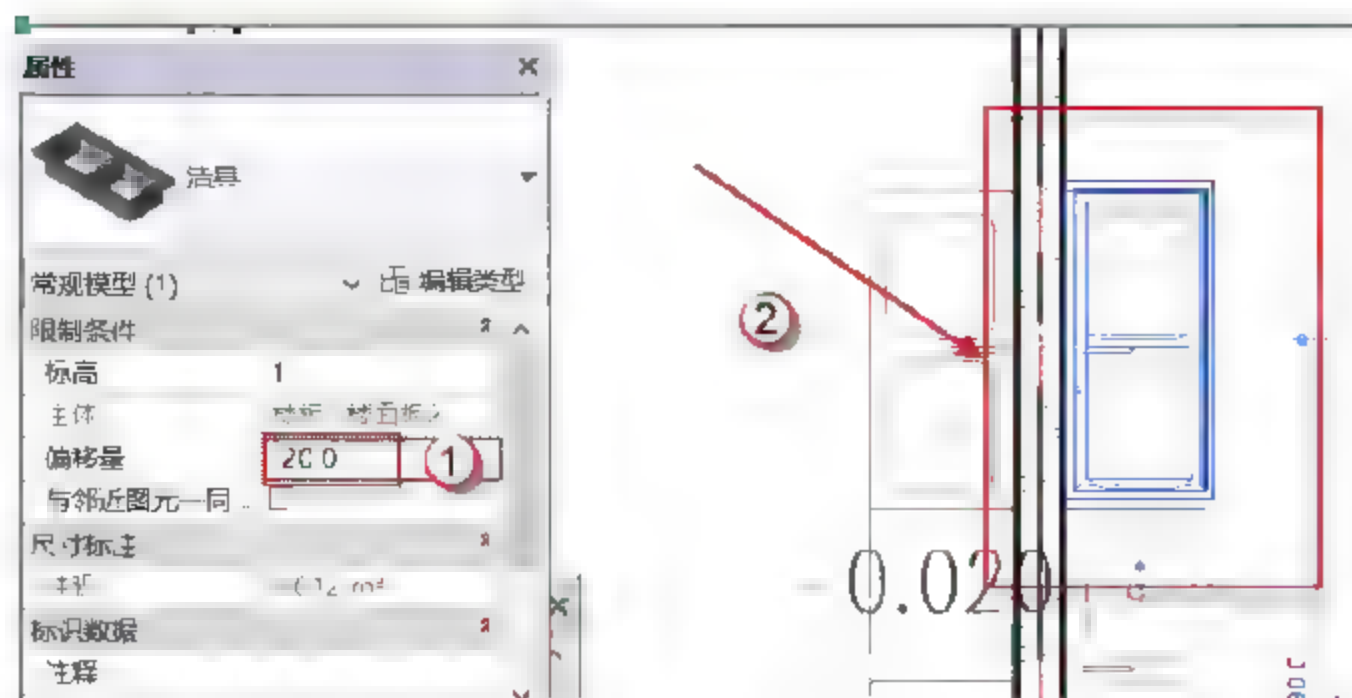
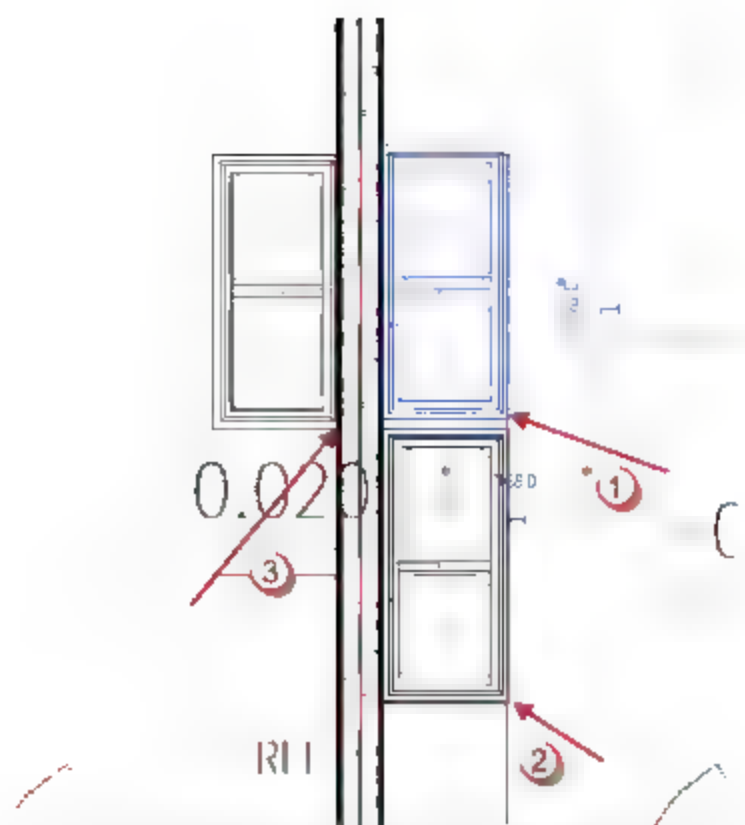
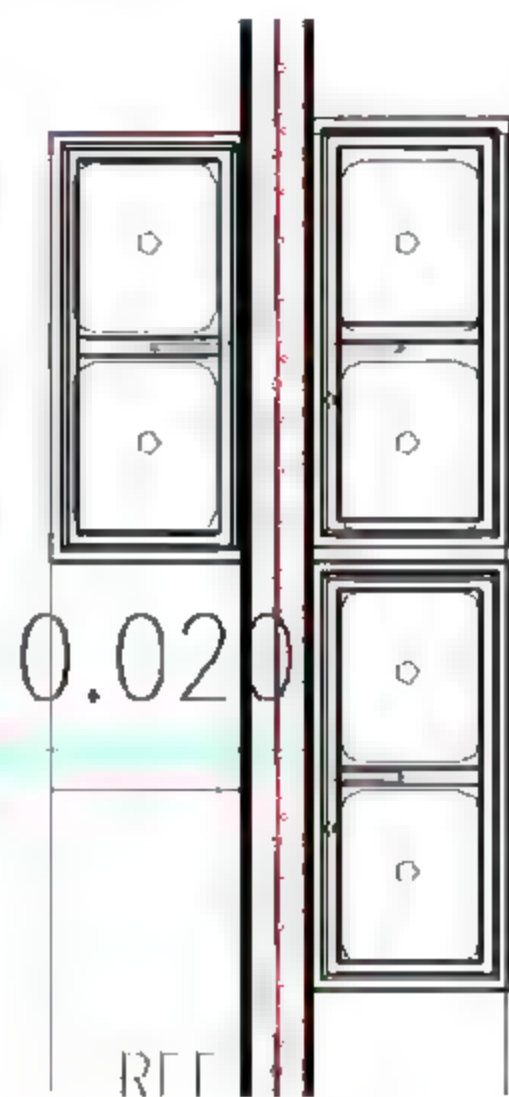

图 10.4.62 插入“洁具”
图 10.4.63 复制对齐点
图 10.4.64 复制洁具完成效果图
(3) 插入“洁具”。选择“建筑”→“构件”→“放置构建”→“洁具”，将标高设置为“1”层，偏移量为“20”。将光标移到“洁具”的中心，单击鼠标，“旋转角度”输入“90°”，这样就插入了“洁具”，如图 10.4.62 所示。复制其他的“洁具”（也可以一个个地插入），复制基点以 1 为基点，依次复制到其他几个点，对齐点如图 10.4.63 所示，复制完成后的平面图如图 10.4.64 所示。重复上述步骤，完成其他洁具的插入，这里不再赘述。